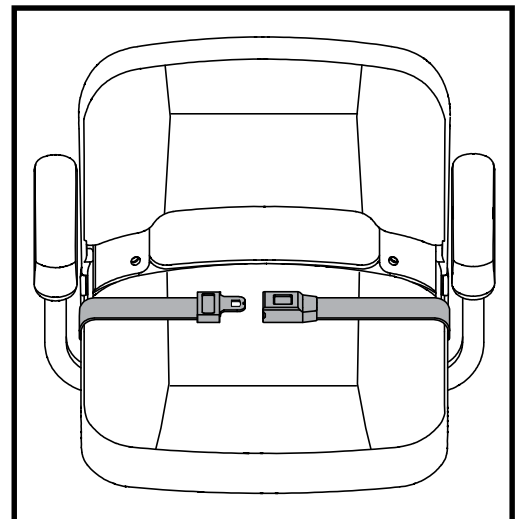

Figura 17. Cinturón de posicionamiento
El asiento de su scooter puede estar equipado con un cinturón de posicionamiento automático que se puede ajustar para la comodidad del operador. **Vea la figura 17.** El cinturón de posicionamiento está diseñado para ayudar a sostener al operador para que no se deslice hacia abajo o hacia adelante en el asiento. El cinturón de posicionamiento no está diseñado para usarse como dispositivo de sujeción.
1. Inserte la pestaña en el lado derecho del cinturón en la carcasa de plástico de la correa opuesta hasta que escuche un “clic”. **Ver figura 17.**